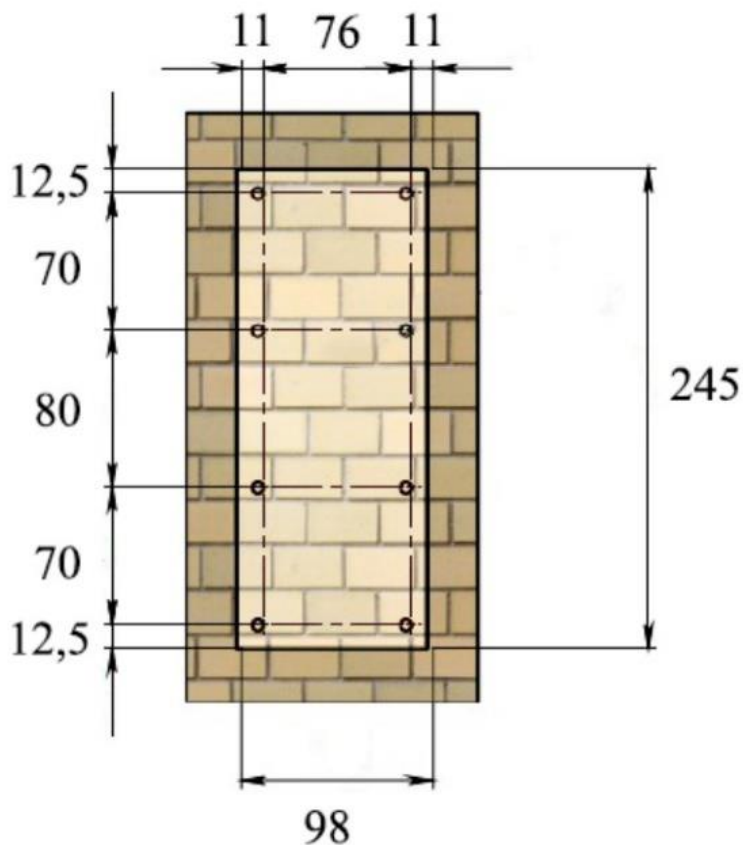

Рисунок 5 – Разметка установочных отверстий
- 2.3.2. Поместить крепление в подготовленное углубление и убедиться, что все кабели для подключения вызывной панели свободно проходят через отверстие для кабелей и не мешают монтажу. Разметить в углублении восемь установочных отверстий (рисунок 5).